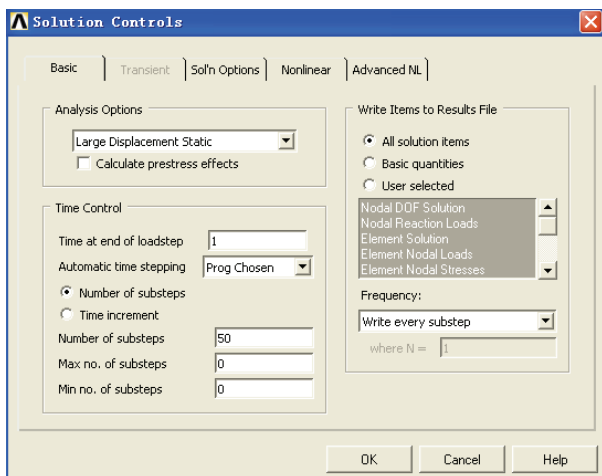

图 5-121 求解基本选项设置对话框
2) 选择 Main Menu | Solution | Analysis Type | Sol'n Controls 命令, 出现 Solution Controls 对话框, 单击 Basic 选项卡, 参照图 5-121 对其进行设置, 单击 OK 按钮关闭该对话框。